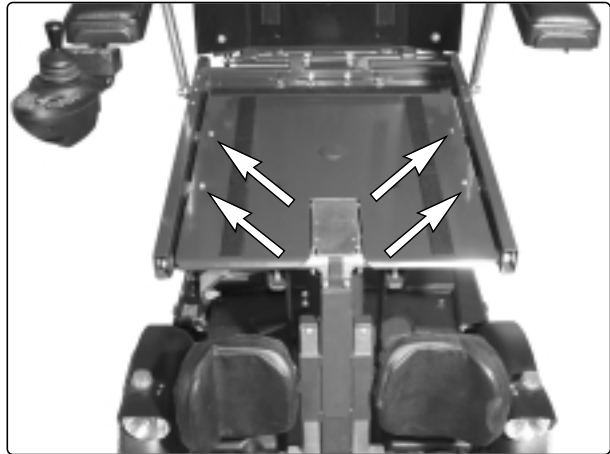

Abb. 52. Sitzplatte abnehmen
3. Entfernen Sie die Sitzplatte. Sie ist mit vier Schrauben befestigt, siehe Abb. 52.